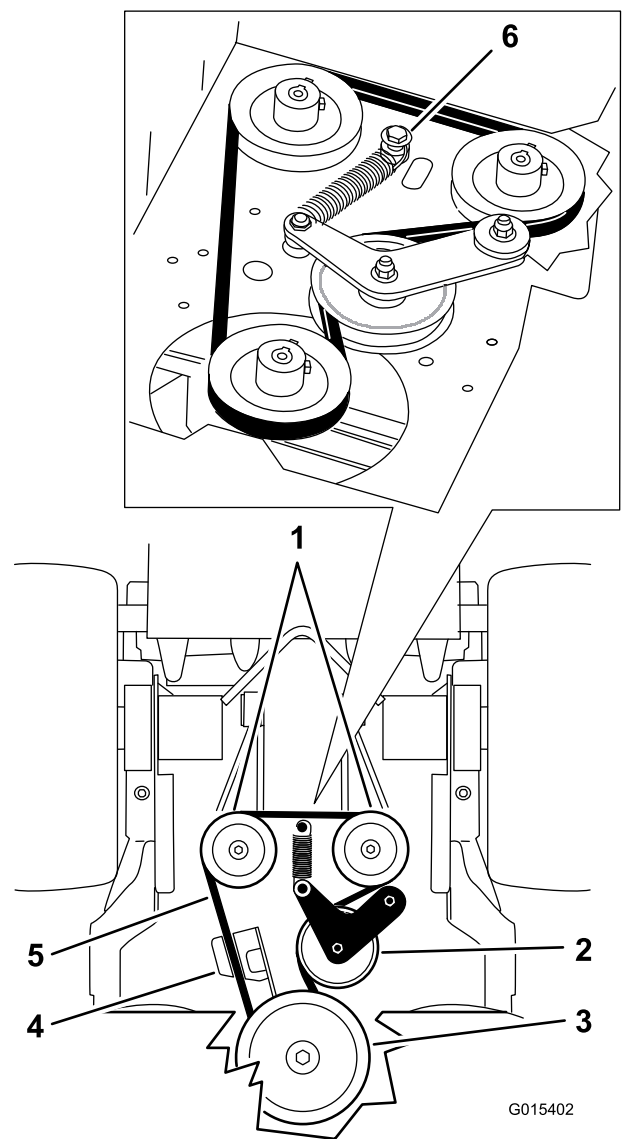

Figure 63
5. Retirez le boulon à épaulement, l'écrou et la rondelle du plancher moteur et du ressort (Figure 63).
6. Déposez la courroie d'entraînement de la pompe (Figure 63).
8. Placez le ressort sur le boulon à épaulement et la rondelle, et fixez-le au plancher moteur avec l'écrou (Figure 63).